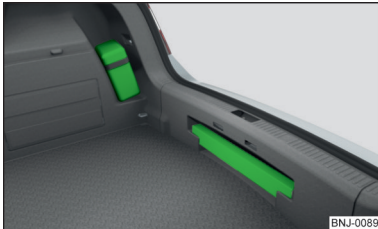
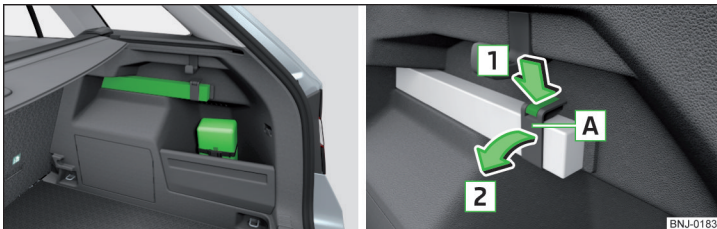

Abb. 175
Abb. 176 Platzierung des Verbandskastens und des Warndreiecks Variante 2 / Befestigungsband lösen
Der Verbandskasten kann mithilfe eines Spannbands an der rechten Seite des Gepäckraums befestigt werden » Abb. 175 bzw. » Abb. 176.
Das Warndreieck kann in die Verkleidung der Rückwand eingeschoben werden » Abb. 175.
Das Warndreieck kann in die Verkleidung an der rechten Seite des Gepäckraums eingesetzt und mit dem Befestigungsband gesichert werden » Abb. 176.
- Die Verriegelung am Band in Pfeilrichtung **1** drücken » Abb. 176.